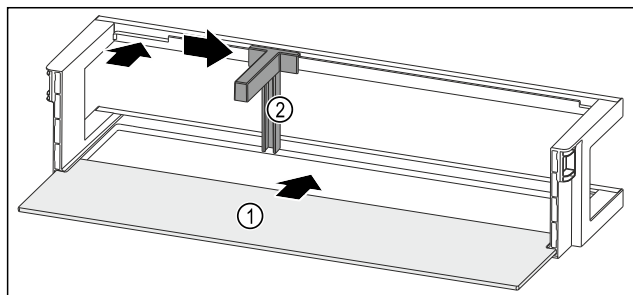

Fig. 123 Estantes en la contrapuerta con estante
- ▶ Introduzca el estante Fig. 123 (1) en los huecos laterales.
- ▶ Inserte el soporte para botellas Fig. 123 (2) en la entalladura.
- ▶ Deslice el soporte para botellas Fig. 123 (2) hacia un lado a la posición deseada.